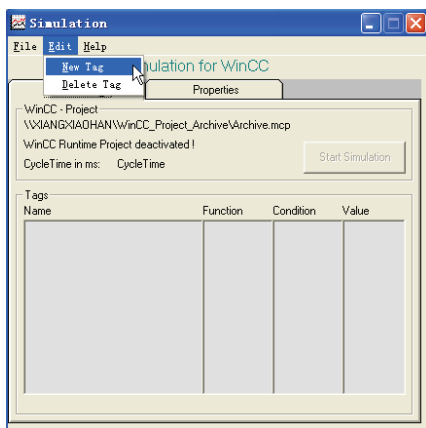

图 7-26 打开仿真器
1) 打开仿真器。单击“所有程序”→“SIMATIC”→“WinCC”→“Tools”→“WinCC Tag Simulator”命令，打开仿真器，如图 7-26 所示，单击“Edit”→“New Tag”命令，新建仿真器变量，并使此仿真器与变量“TempValue”相关联，也就是说仿真器将产生的数据值将赋值给变量“TempValue”。